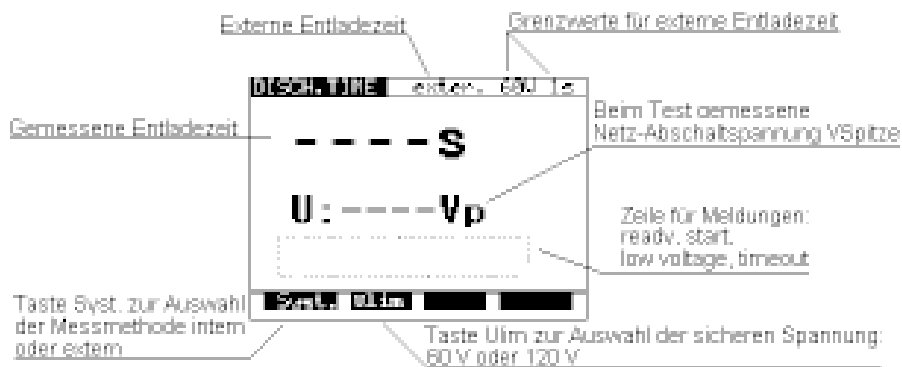

Abb. 26 - Hauptmenü in der Funktion Entladezeit
- Schritt 1.** Stellen Sie den Drehhalter auf **DISC.TIME** (Entladezeit). Im Display erscheint die Anzeige von Abb. 26.